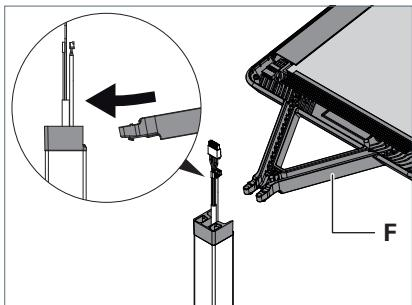

Fig. 3 : Monter la tête du luminaire.
- ▶ Faites basculer légèrement le bras **F** de la tête du luminaire vers le bas jusqu'à la butée dans l'adaptateur, voir Fig. 3.